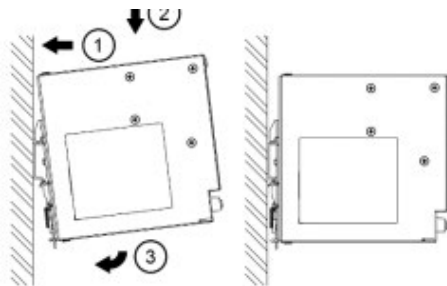

Abb. 8.1 Montage
1. Kippen Sie das Gerät nach oben und setzen Sie es auf die DIN-Schiene. Rasten Sie die DIN-Schiene wie in Abb. 8.1 gezeigt ein.